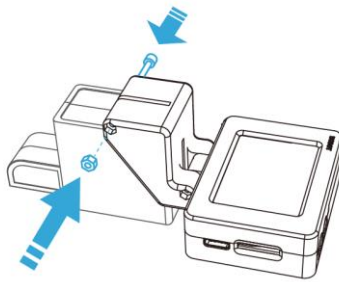

图 3.8 固定 AI 摄像头套件
**步骤 3** 装上AI摄像头套件的螺丝，将AI摄像头套件固定在Magician Lite的舵机上，如图 3.8所示。